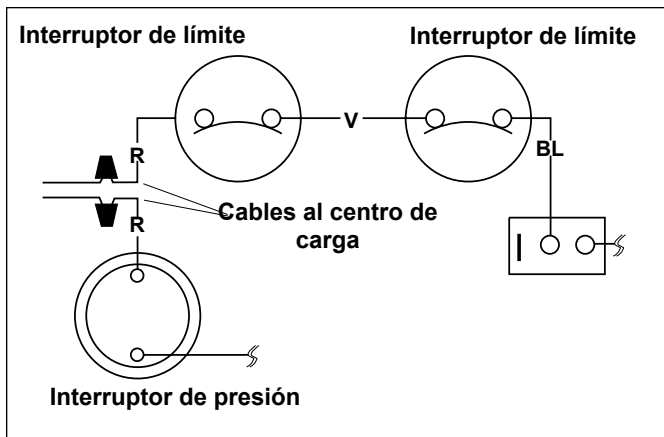

Figura 12. Cableado de la caldera Hayward con el AquaLink RS
3. Enrosque con la tuerca los dos (2) cables de la caldera desde la tarjeta de la P.C. del AquaLink RS hasta los dos (2) cables rojos de la caldera (véase Figura 12).